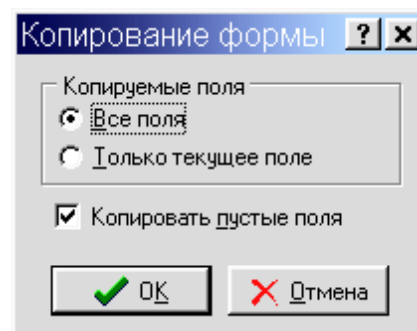

Рис. 43. Окно копирования полей текущей формы
- ✧ Копировать... - производит копирование данных из текущей формы в буфер. Перед этой операцией происходит вызов диалогового окна "Копирование формы", показанного на рис. 43, в котором можно выбрать несколько параметров копирования данных, содержащихся в полях текущей формы, или отменить операцию.